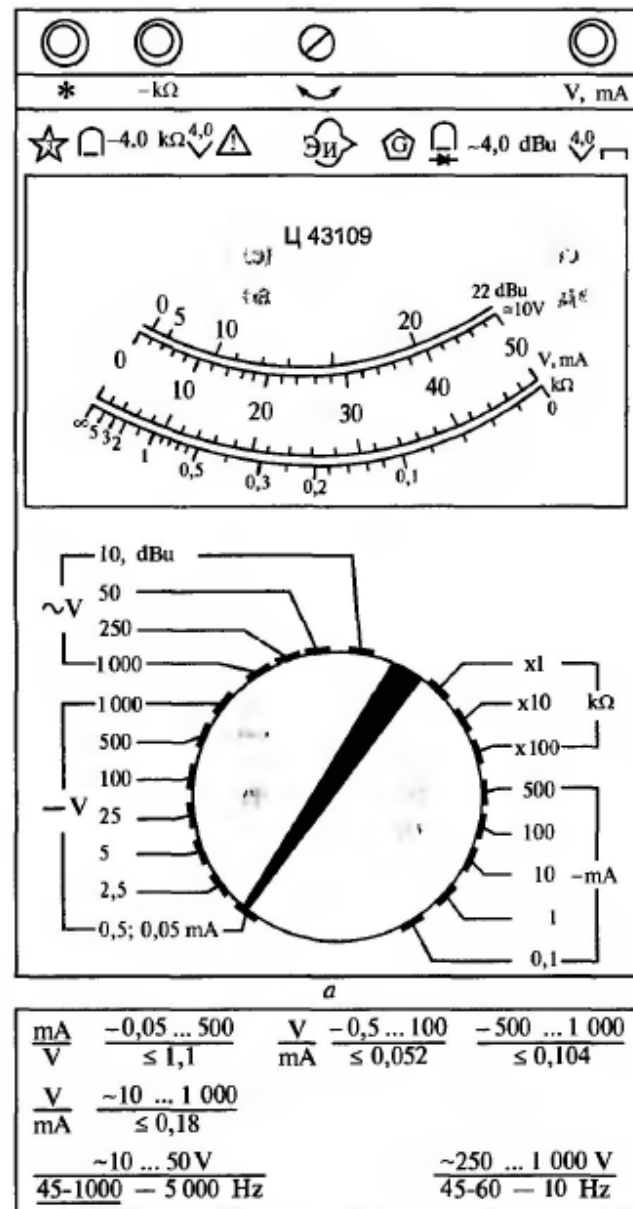

Рис. 4.8. Изображение лицевой панели мультиметра Ц43109 и данные, указанные на его задней панели
4.24. Для показанного на рис. 4.8 прибора определить: